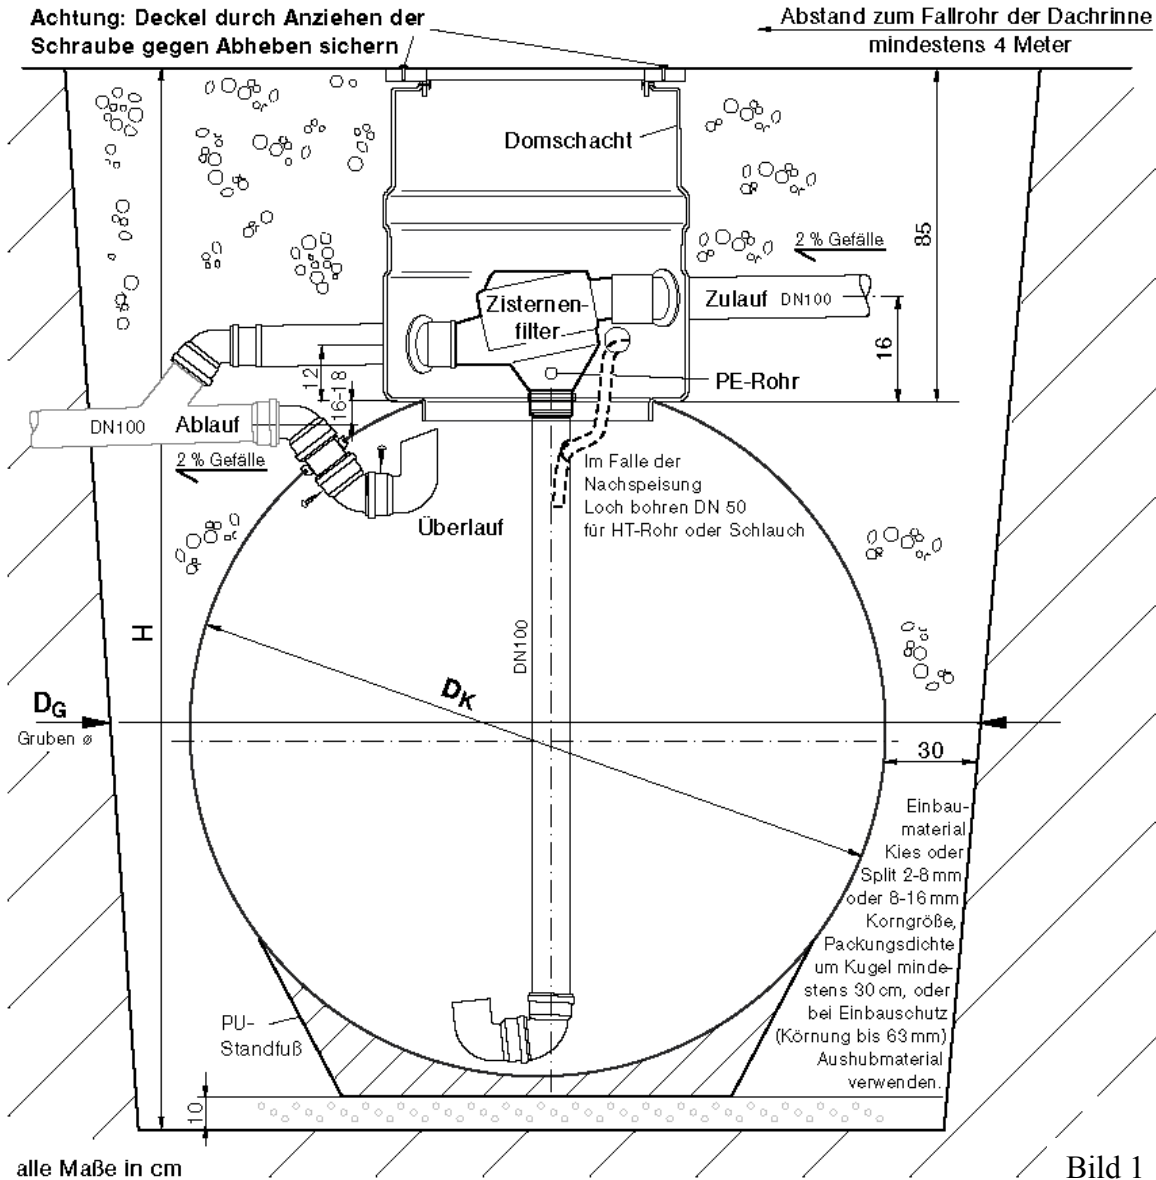

Bild 1
Der Einbau der Kugel ist in Bild 1 dargestellt.
- Einlauf entsprechend Bild 1 einbauen und jede Verbindung mit einer Edelstahlschraube sichern.